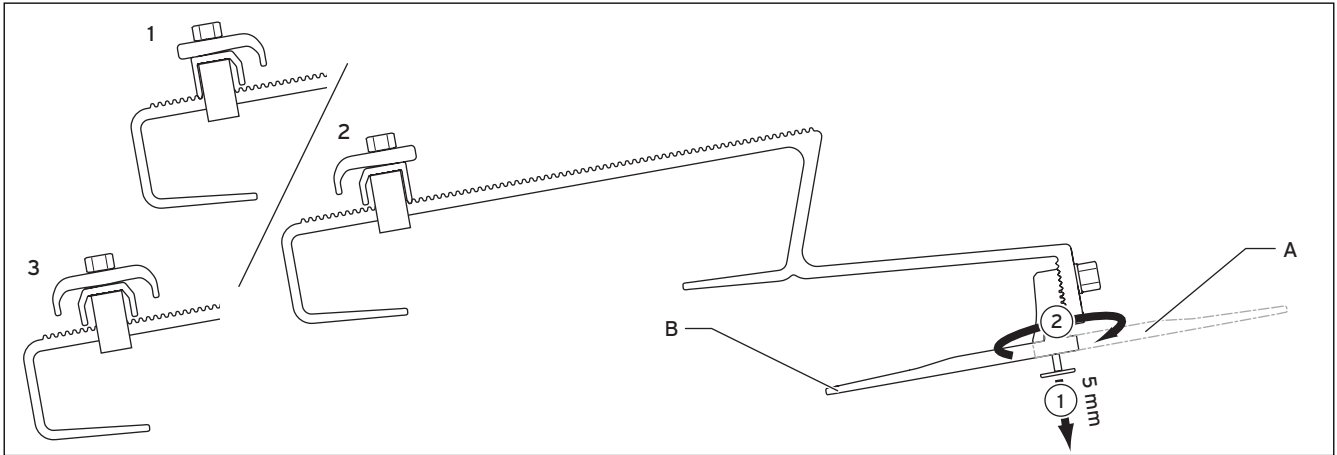

Рис. 5.3 Покрівельний анкер тип Р
2. Розташуйте покрівельний анкер. При цьому звертайте увагу на правильну позицію верхнього, середнього та нижнього покрівельних анкерів (див. рис. 5.3).
3. Повісьте покрівельний анкер на латуванні даху. При цьому зверніть увагу на правильну позицію верхнього, середнього та нижнього покрівельних анкерів (див. рис. 5.3).
2. Розташуйте покрівельний анкер. При цьому зверніть увагу на правильну позицію верхнього, середнього та нижнього покрівельних анкерів (див. рис. 5.3).
4. Середню гайку розташуйте так, щоб після насаджування верхньої частини анкера передня зона покриття знаходилась на покрівлі. При цьому звертайте увагу на правильну позицію верхнього, середнього та нижнього покрівельних анкерів (див. рис. 5.3).